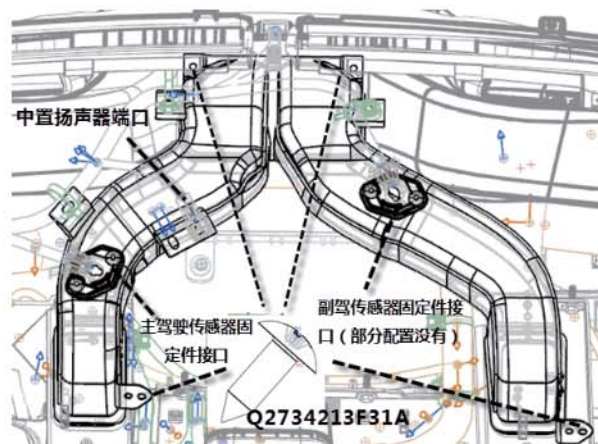

图 1-20 中央风道总成安装结构示意图
- (3) 如图 1-20 所示，最后接上中风道上的电器接插件，两个螺钉将中央风道固定在上本体，另外使中央风道与左/右风道以及前除霜风道总成匹配上，并用另外两个螺钉固定在一起。